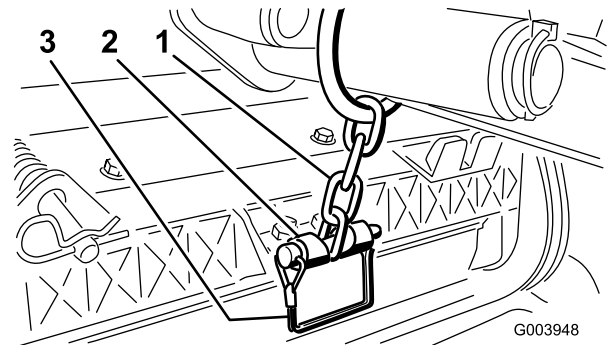

Figura 11
12. Prenda a corrente do braço de elevação ao suporte da corrente com o pino de encaixe (Figura 11). Utilize o número de elos da corrente conforme descrito no *Manual do utilizador* da unidade de corte.